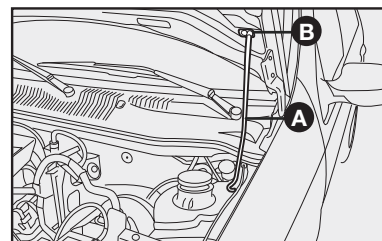

fig. 136
3) Levante el capó por la parte central y al mismo tiempo, suelte la varilla de fijación **A**-fig. 136 de su dispositivo de bloqueo;
1) Manténgalo levantado con una mano y con la otra quite la varilla **A-fig. 136** del alojamiento **B** y colóquela en su dispositivo de bloqueo;